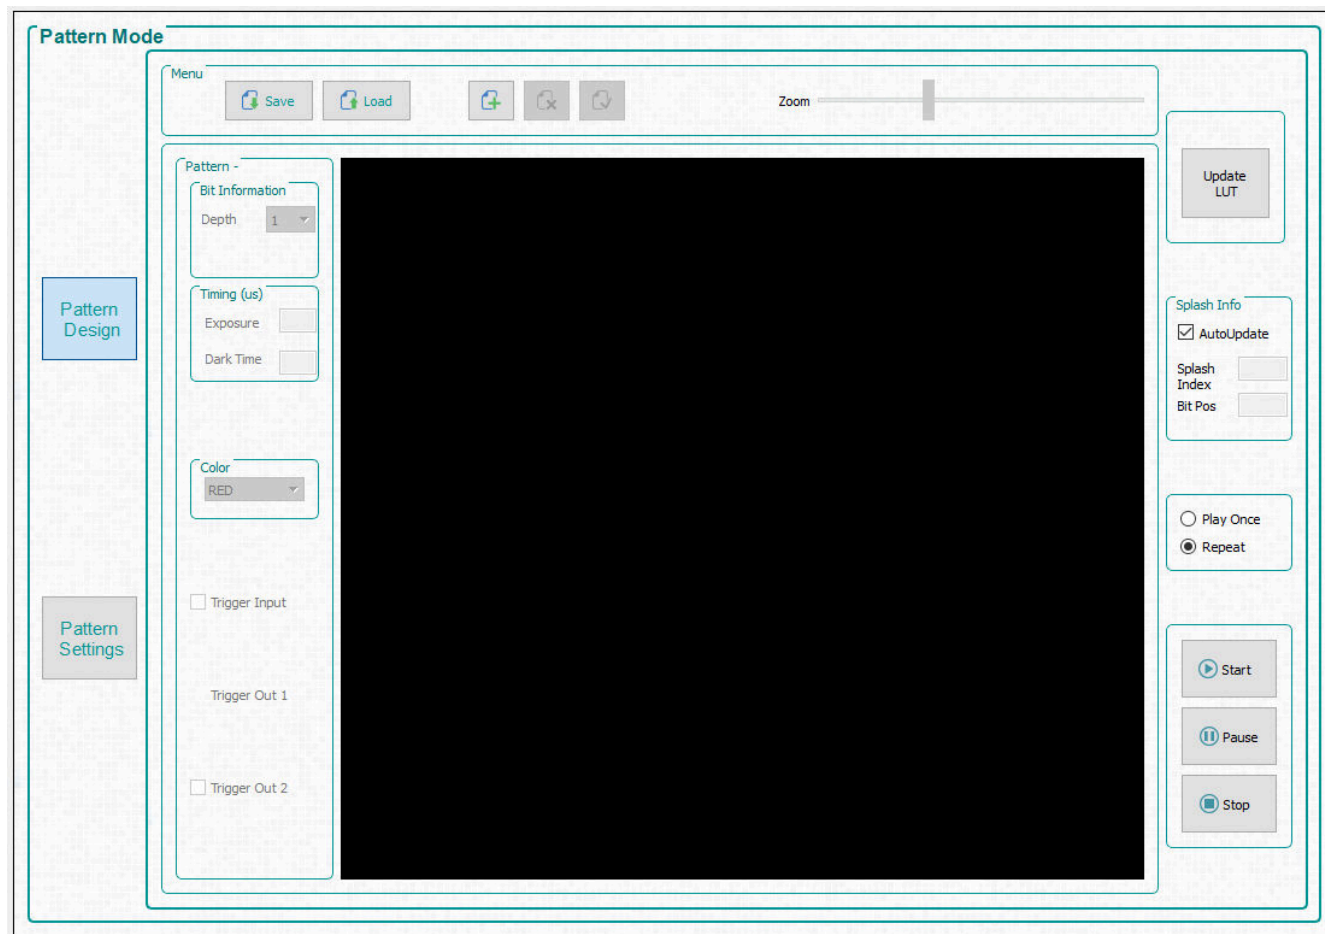

图 7-6. 图形模式设计面板
点击 GUI 顶部的 **Pattern Mode** (图形模式) 按钮以显示 **Pattern Mode** (图形模式) 面板，如图 7-6 所示。
2. 从 **Operating Mode** (运行模式) 编组框中选择 **Pattern On-The-Fly Mode** (动态图形模式)，然后点击 **Pattern Design** (图形设计) 按钮，这会显示较大的黑色面板，如图 7-6 所示。
4. 从 *Operating Mode* 编组框中选择 *Video Pattern Mode*，然后点击 *Pattern Design* 按钮，这会显示较大的黑色面板，如图 7-6 所示。